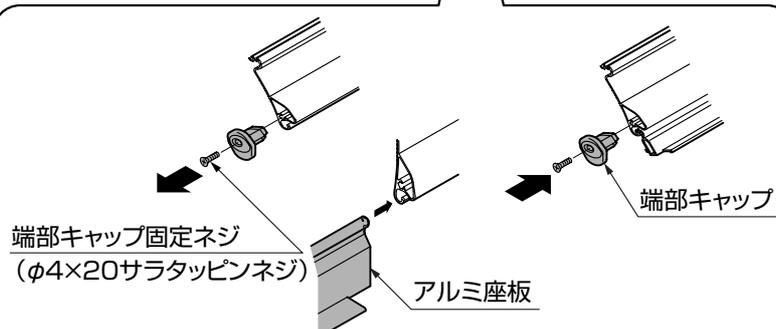

図5-10
- ①下部アルミスラットの最下段の「端部キャップ固定ネジ」を外して、端部キャップを取外してください。(図5-10参照)
- ②アルミ座板を差込んでください。